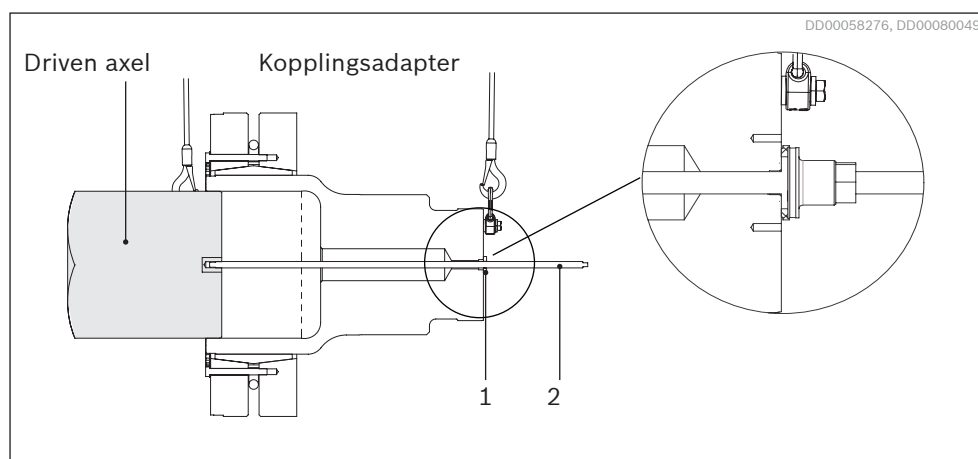

Fig. 35: Montering av kopplingsadaptern på den drivna axeln med monteringsverktyget.
3. För monteringsverktyget genom kopplingsadapterns centrum och skruva in den i den drivna axeln med fyrkantprofilen i änden av verktyget, se *Fig. 35*.